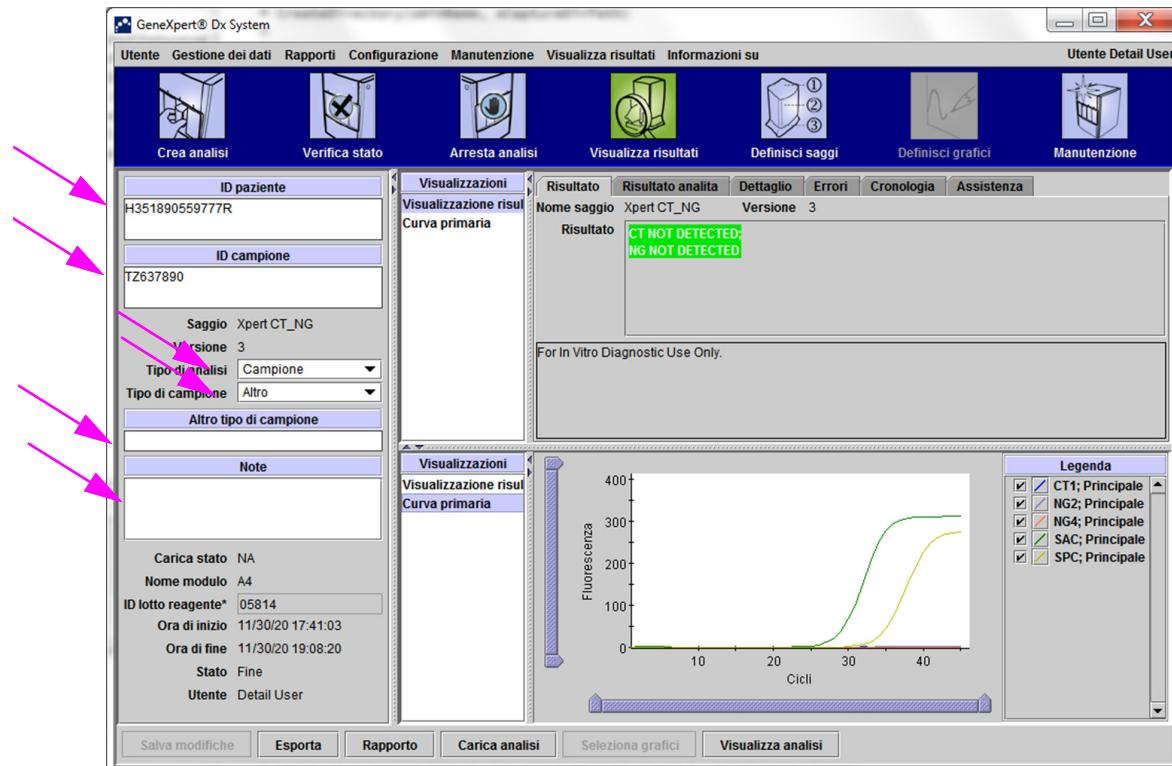
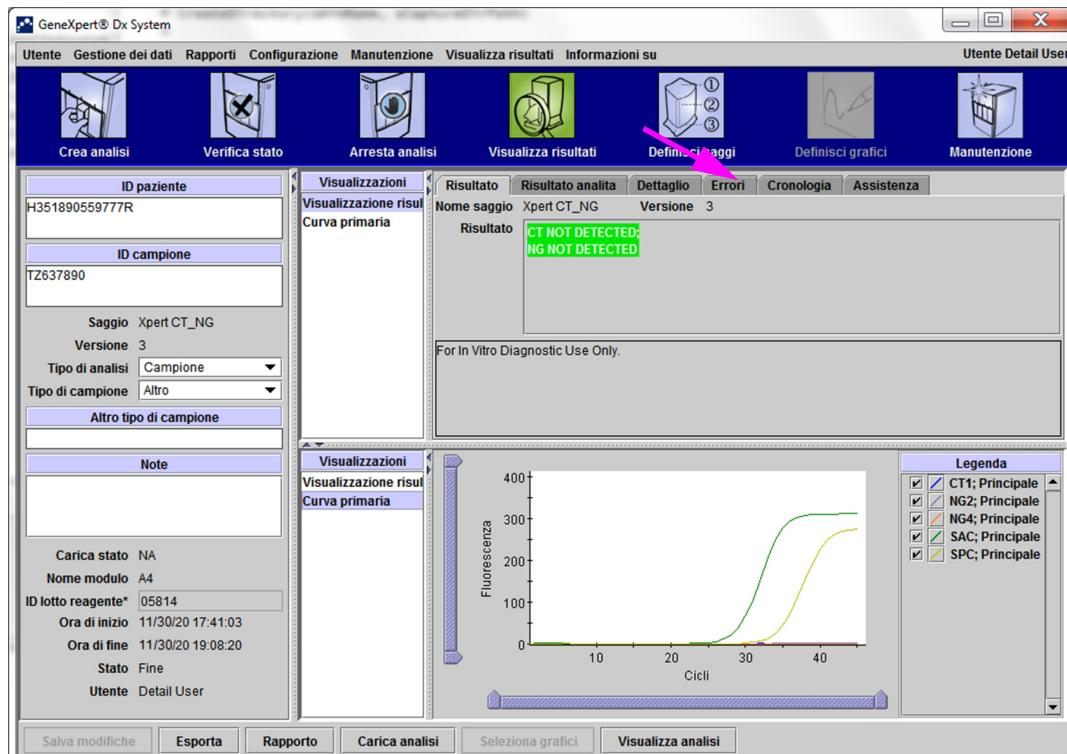

Figura 5-47. Finestra GeneXpert Dx—Visualizza risultati con vista degli utenti avanzati e dell'amministratore
Figura 5-48. Finestra GeneXpert Dx System—Visualizza risultati con vista degli utenti avanzati e dell'amministratore
2. Fare clic sulla scheda **Cronologia** nella schermata Visualizza risultati (vedere la Figura 5-47). Viene visualizzata la scheda **Cronologia**, indicante che non sono state apportate modifiche al test. Vedere la Figura 5-48.